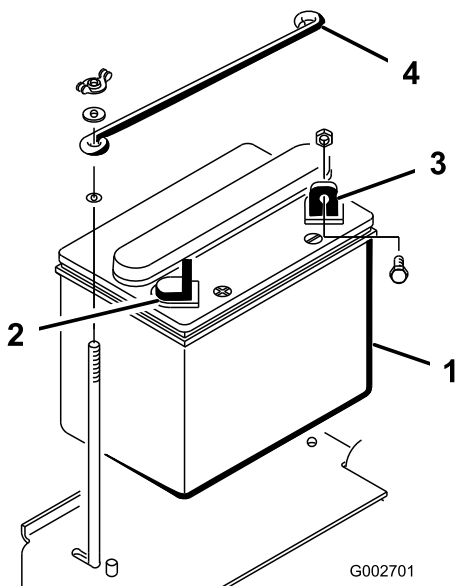

図 6
1. マイナス 端子を車体後方に向けてバッテリーを車体に載せる (**図 6**)。